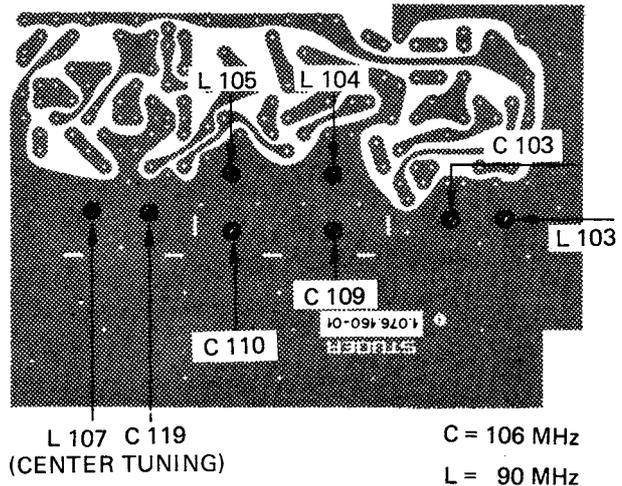

Bild 4.7.-2
4.7.6. Oszillator-Kern L 107 abgleichen, bis Instrument CENTER TUNING (44) Null anzeigt. (Abgleich auf Kaschierungsseite, siehe Bild 4.7.-2.)
4.7.7. Induktivitäten im HF-Vorkreis (L 103) und in den Zwischenkreisen (L 104 und L 105) auf Maximum abgleichen. (Kaschierungsseite, siehe Bild 4.7.-2.)